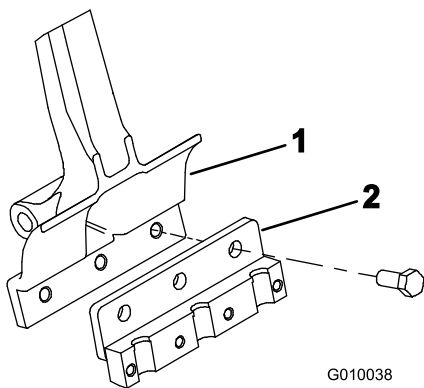

Рисунок 22
- Прикрепите держатель зубьев к каждому толкающему рычагу (Рисунок 22) с помощью 3 болтов ($1/2 \times 1/4$ дюйма). Затяните болты с моментом 101,6 Н·м.